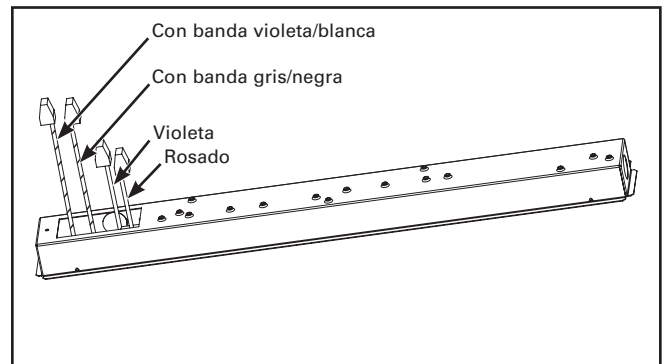

Figura 2.
2. Ubique cuatro cables de control con tuercas de presión (violeta, Rosado, franja violeta/blanca, franja gris/negra). (Figura 2.)
3. Use las tuercas de presión suministradas para conectar la entrada de control de 0-10 V que atenúa los cables violeta y gris a los cables violeta y gris de la luminaria correspondiente. (Figura 2.)
4. Utilice las tuercas de presión suministradas para conectar los cables CCT 0-10V de entrada de control a la banda violeta/blanca de la luminaria correspondiente y los cables de banda gris/negra. (Figura 2.)